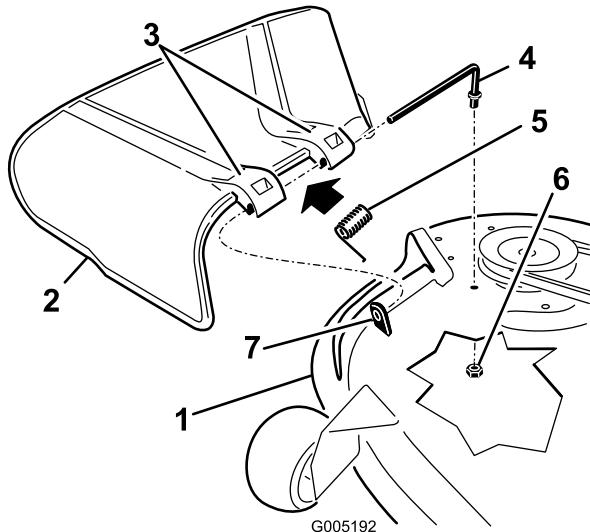

Figure 69
- Repérez les éléments illustrés à la Figure 69.
- Retirez l'écrou (3/8 pouce) de la tige, sous le plateau de coupe (Figure 69).
- Sortez la tige de la courte cheville de positionnement, du ressort et du déflecteur d'herbe (Figure 69). Enlevez le déflecteur s'il est endommagé ou usé.
- Remettez en place le déflecteur d'herbe (Figure 69).
- Placez le ressort sur la tige, les fils d'extrémité dirigés vers le bas, entre les supports du déflecteur d'herbe. Insérez la tige dans le deuxième support du déflecteur d'herbe (Figure 69).
- Insérez la tige à l'avant du déflecteur dans la courte cheville de positionnement sur le plateau. Fixez l'extrémité arrière de la tige dans le plateau de coupe à l'aide d'un écrou (3/8 pouce) (Figure 69).